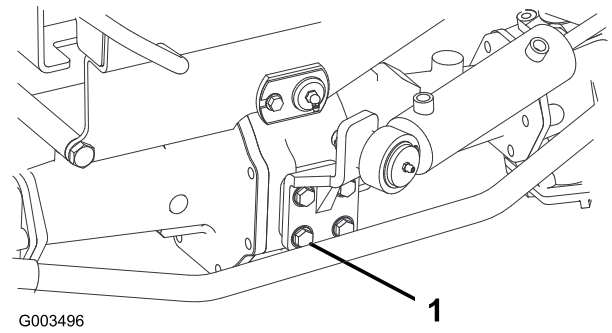

Bild 55
2. Prüfen Sie den Anzug der Befestigungsschrauben des Lenkzylinders (Bild 55). Der Anzug sollte 65 bis 81 Nm betragen.